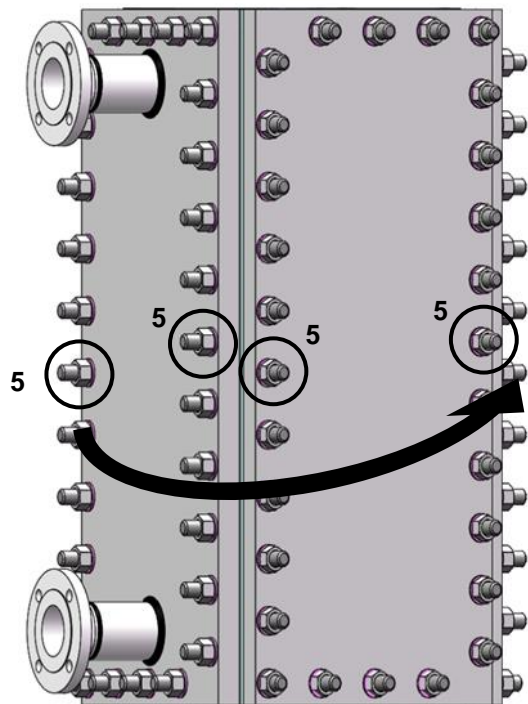

Figura 16
- Engrase las puntas de las varillas roscadas 5 (figura 16).